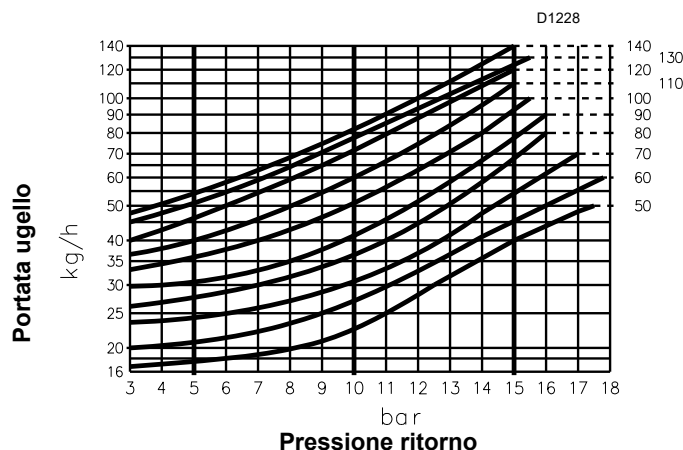
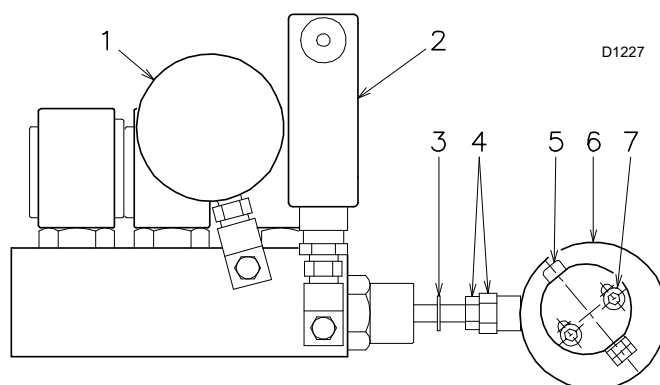

Fig. 28
Fig. 29
Il diagramma (Fig. 28) indica questa relazione per ugelli Bergonzo tipo A3 ed A4 con pressione in mandata pompa di 20 bar.
Il valore della pressione sul ritorno dell'ugello è indicato dal manometro 1)(Fig. 29).
Le correzioni di pressione sul ritorno si ottengono variando l'eccentrico 6)(Fig. 29) e il dado con controdado 4)(Fig. 29).
- Non portare mai il pistone del variatore a battuta: l'anello di arresto 3)(Fig. 29) determina la massima corsa.
- A regolazione avvenuta verificare manualmente, dopo aver sbloccato il servomotore (vedi pag. 26), che fra 0° e 130° non vi siano impuntamenti e che le pressioni massima e minima corrispondano a quella prescelta secondo il diagramma (Fig. 28 pag. 24).
La portata dell'ugello è data dal diagramma (Fig. 28 pag. 24) in corrispondenza della pressione sul ritorno dell'ugello, letta sul manometro 1)(Fig. 29 pag. 25).